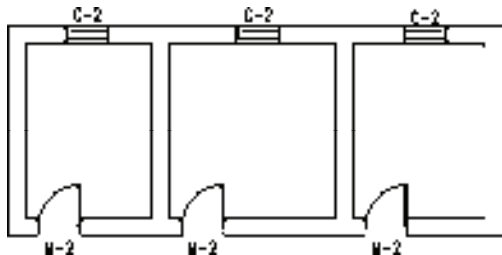

图 5-48 左右翻转
3) 按〈Enter〉键, 即可完成左右翻转操作, 结果如图 5-48 所示。